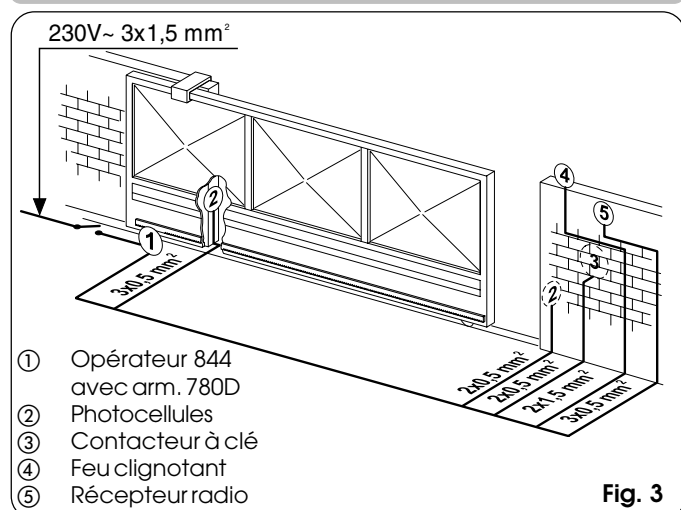

Fig. 3
- 4) Prédistribuer les câbles électriques pour la connexion aux accessoires ainsi que l'alimentation électrique d'après la Fig.3.